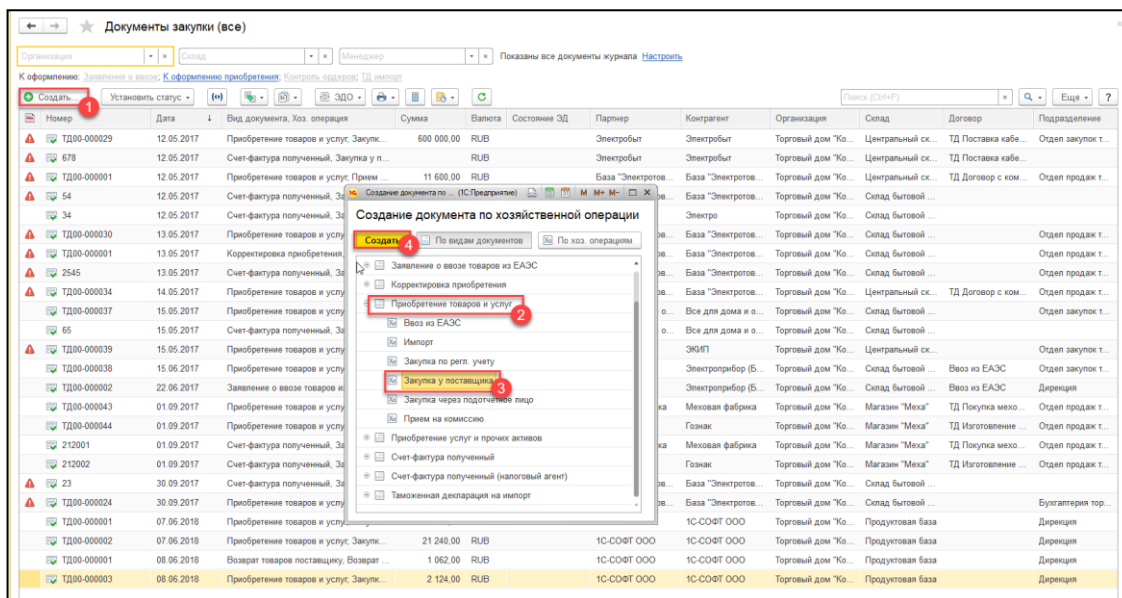

Рис. 5.6 - Создание документа в 1С
1. Нажать кнопку «Создать» и выбрать необходимую хозяйственную операцию. (Рис. 5.6);